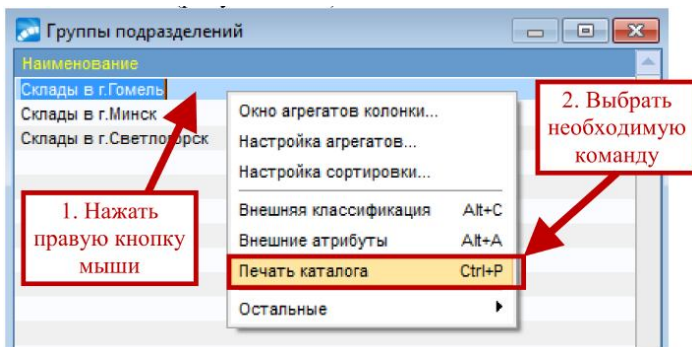

Рисунок 21 – Контекстное меню при нажатии правой кнопки мыши на записи в каталоге «Группы подразделений» в программном продукте «Галактика ERP 9.1 - BELARUS»
*Примечание.* При необходимости информацию из заполненного нами каталога можно распечатать, сохранить в текстовый файл или скопировать в текстовый редактор. Для этого можно нажать на любой записи правую кнопку мыши и выбрать из контекстного меню «Печатать каталога» (рисунок 21).